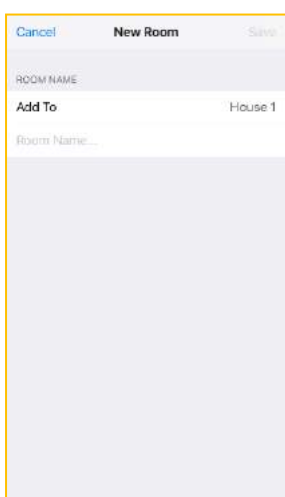

Abbildung 22
10.6.3 Erforderliche Felder ausfüllen (Abb. 22)